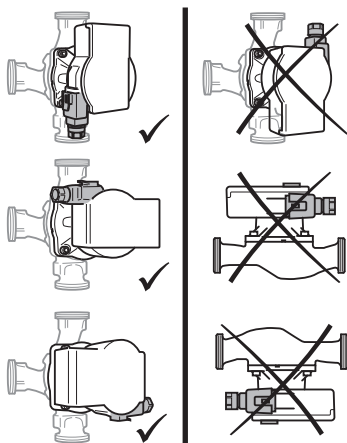

Fig. 2: Montážne polohy
- Miesto inštalácie zvolte podľa prípustnej montážnej polohy (Fig. 2).
- Dbajte na prípustnú montážnu polohu (Fig. 2) čerpadla. V prípade potreby otočte hlavu motora (2+6).
- Dbajte na prípustnú montážnu polohu (Fig. 2) a šípku smeru prúdenia na telese čerpadla (1).
- Pevne zaskrutkujte 4 skrutky telesa (5).